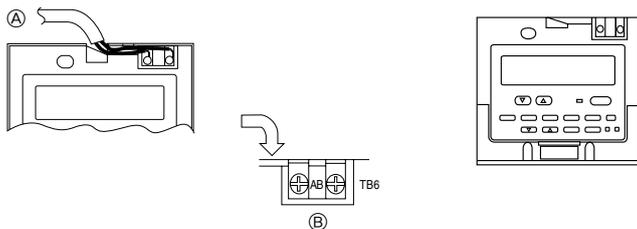

Fig. 7-8
2) Τρόπος σύνδεσης (Fig. 7-8)
① Συνδέστε το καλώδιο του τηλεχειριστήριου στην πλακέτα ακροδεκτών.